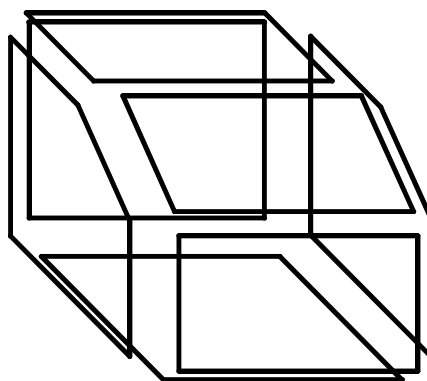

Рис. 20
- **Поверхностная модель** определяется с помощью точек, линий и поверхностей. Следовательно, ее можно рассматривать как модель более высокого уровня (рис. 20).